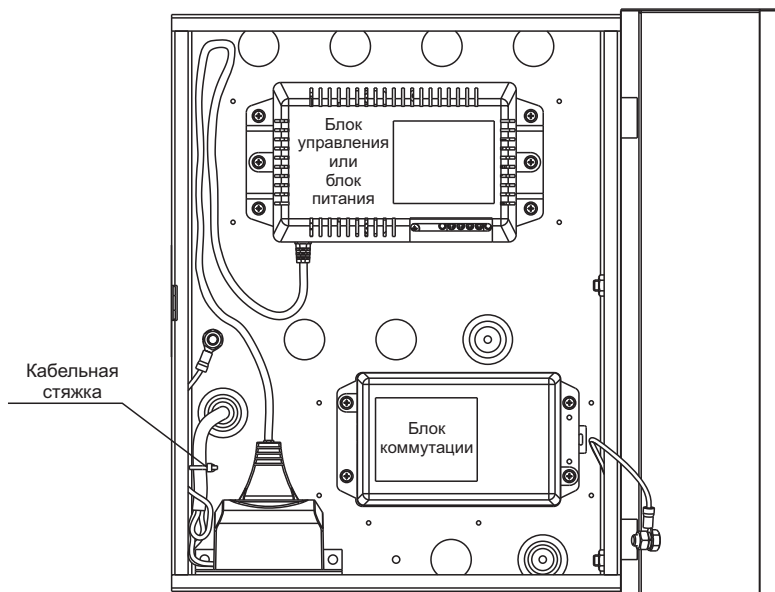

Рисунок 4 - Расположение блока управления / блока питания и блока коммутации в боксе
- Если конструкция блока вызова предусматривает его заземление, подключите защитный провод блока вызова к клемме (10). Защитный провод соединяется с кабельным наконечником клеммы методом опрессовки.
- Подключите сетевую вилку блока управления / блока питания к розетке (см. рис. 4).